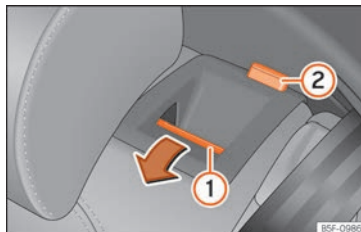

Abb. 67 Rücksitz: Rücksitzlehne vorklappen.
- Entriegelungstaste >>> [Abb. 67] ① nach vorn drücken und gleichzeitig die Rückenlehne umklappen. Die Rücksitzlehne ist entriegelt, wenn die rote Markierung des Tasters ② sichtbar ist.